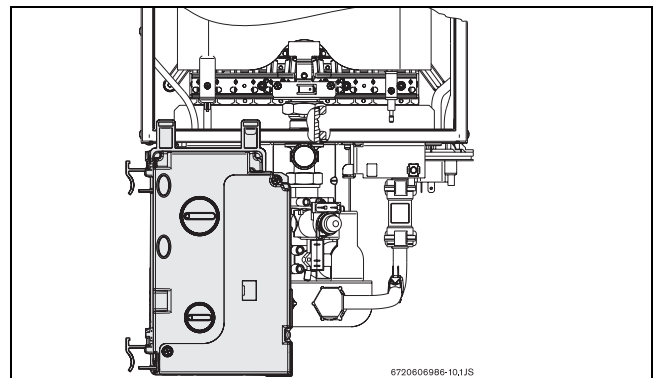

Рис. 16 Електронний блок у положенні регулювання тиску газу
- ▶ Розташувати електронний блок, як показано на Рис. 16.